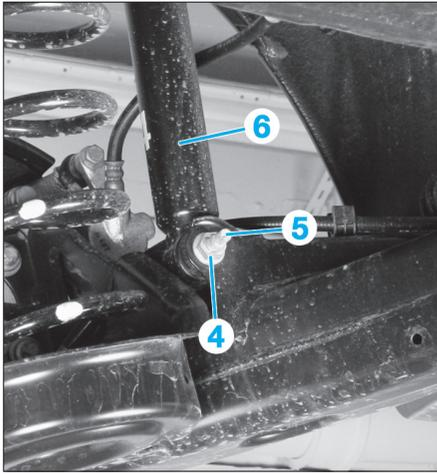

FIG. 23
- Déposer l'écrou (4) puis la vis (5) (Fig.23).
- Comprimer l'amortisseur (6) afin de le sortir.